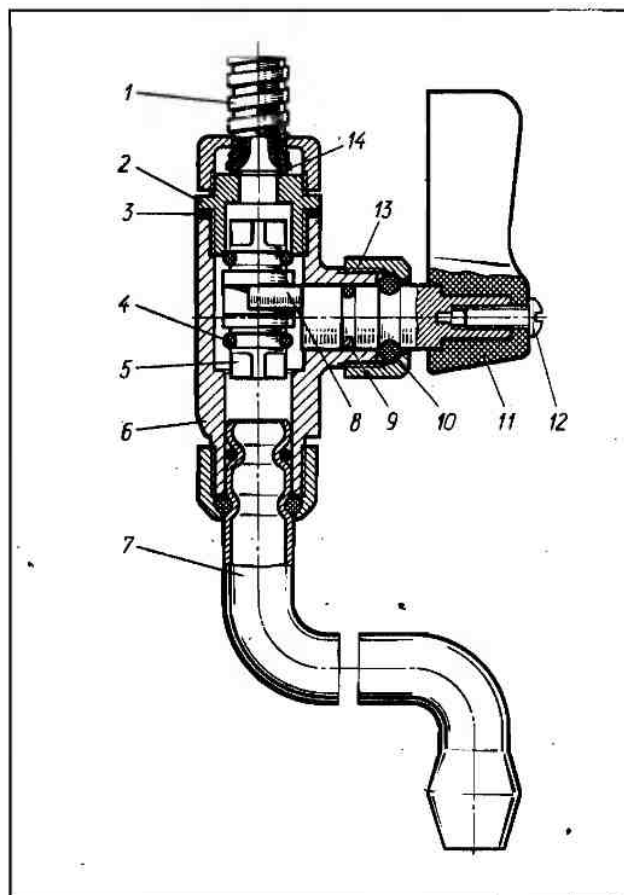
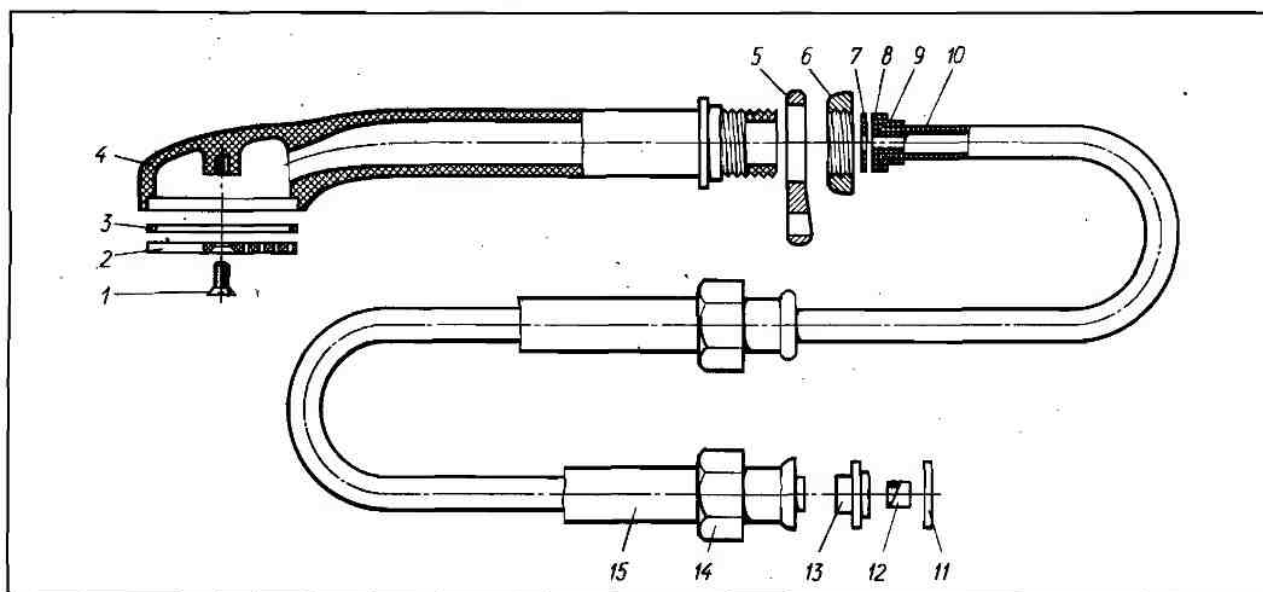

Рис. 26. Переключатель золотникового типа смесителя См.-ВУ-ЩЛ:
Рис. 27. Гибкий шланг с душевой сеткой смесителя См-ВУ-ШЛА:
Чтобы заменить резиновые кольца, отверните накладную гайку и снимите гибкий шланг (рис. 26). Открутите переходник 2 и извлеките кривошип. Золотник 5 выньте из корпуса пинцетом или просто подтолкните снизу золотник через отверстие в корпусе для кривошипа. Если не удастся приобрести новые кольца, то подмотайте под старые кольца тонкую медную проволоку или льняные нитки. Кольца, нарезанные из резиновой трубки, служат мало
Способ устранения	Открутите накладную гайку (см. рис. 27). Отсоедините остов от гибкого шланга. Выньте прокладку. Прорежьте в ней отверстие
Закройте вентиляные головки, подтяните накидную гайку. Откройте одну из вентиляльных головок. Если течь не прекратилась, закройте вентиляльную головку. Выкрутите полностью накидную гайку 14 (рис. 27) и сдвиньте ее по хромированной оболочке 15. Возможны две причины утечки воды.
1. Проверьте положение прокладки 11. Она должна быть расположена между торцами переходника 2 (см. рис. 26) и ступенчатой пластмассовой втулки 13 (см. рис. 27). На новом смесителе резиновая прокладка может оказаться между залитым пластмассой торцом хромированной оболочки 15 и торцом ступенчатой пластмассовой втулки 13. Поставьте вторую прокладку